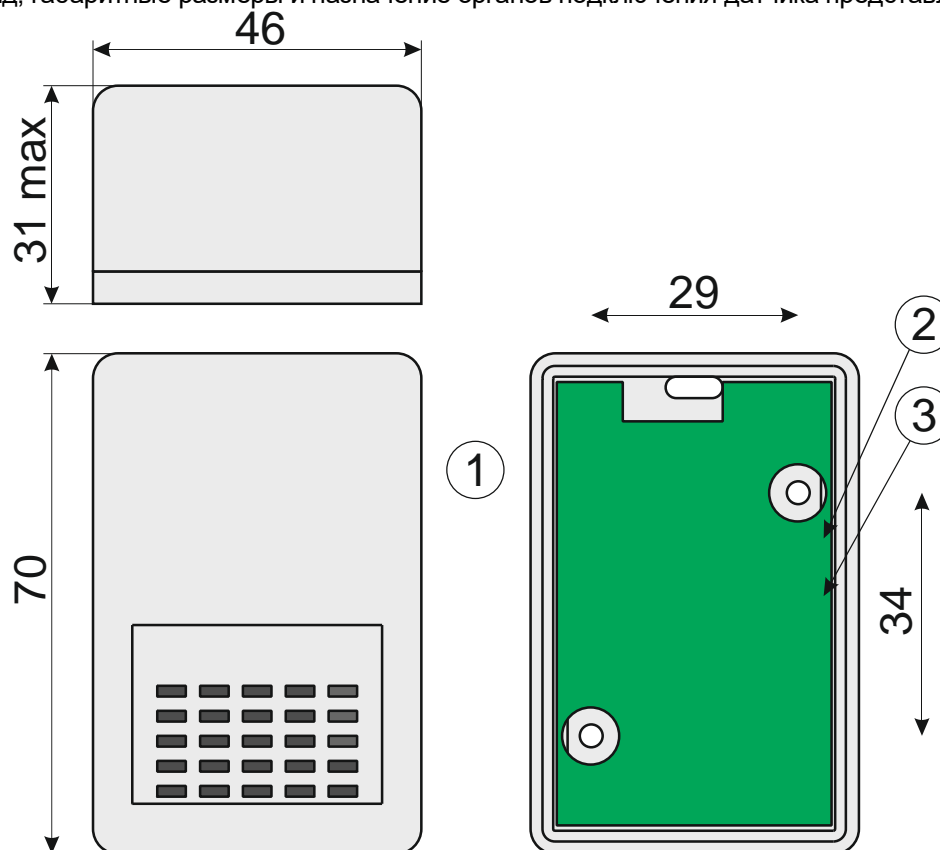

Рисунок 1 – Внешний вид, габаритные размеры и назначение органов подключения датчика
5.4 Подключите, при необходимости, терминирующий резистор "RT" датчика к шине Sensor (SBus) установив соответствующий джампер (см. рисунок 1).
5.5 Подключите информационный кабель и кабель питания шины к клеммным блокам датчика (см. рисунок 1) в соответствии с маркировкой.